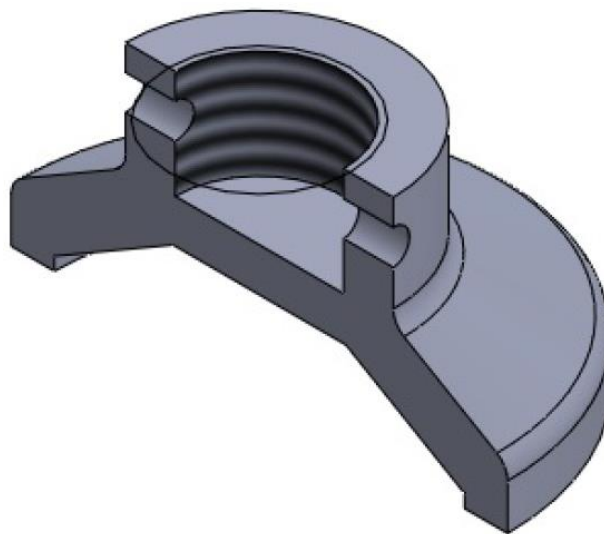

Рисунок 5.35 – Переріз моделі
- д) Відобразіть переріз моделі (рис. 5.35).